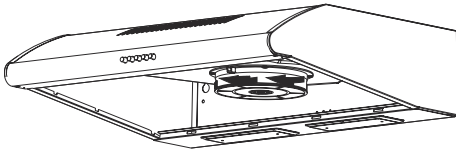

Fig. 8: Kolfilter-montering
1. Sätt upp kolfiltret/kolfiltrena mot motorn/motorerna (Fig. 8)
2. Vrid nu kolfiltret/kolfiltrena medurs för att montera dem på motorn/motorerna (Fig. 8).